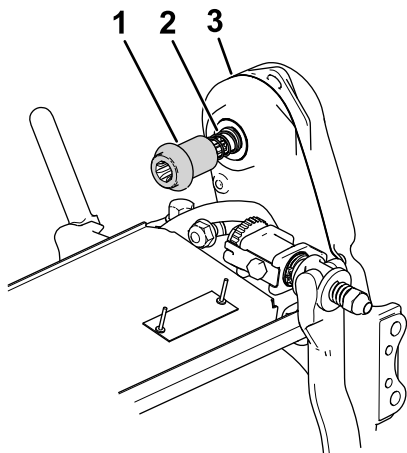

Figure 7
4. Montez le coupleur et le ressort sur l'entraînement de cylindre de l'unité de coupe (Figure 7).
5. Vérifiez que le coupleur (Figure 7) peut facilement se déplacer sur l'arbre de transmission.